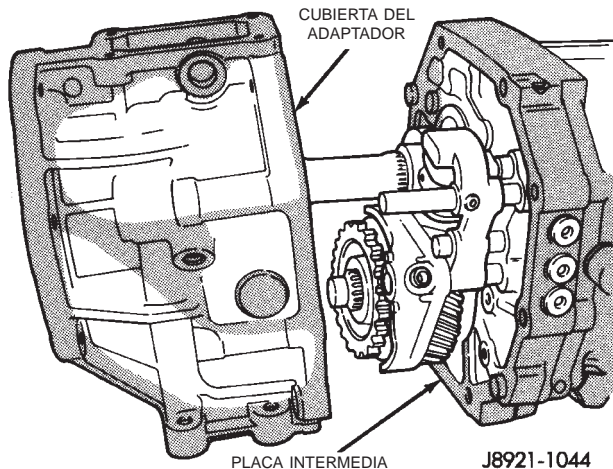

Fig. 41 Instalación de la cubierta del adaptador y retenedor de cojinete trasero
(9) Instale la cubierta del adaptador o retenedor de cojinete trasero en la placa intermedia (Fig. 41). Apriete los pernos de la cubierta con una torsión de 37 N·m (27 lbs. pie).